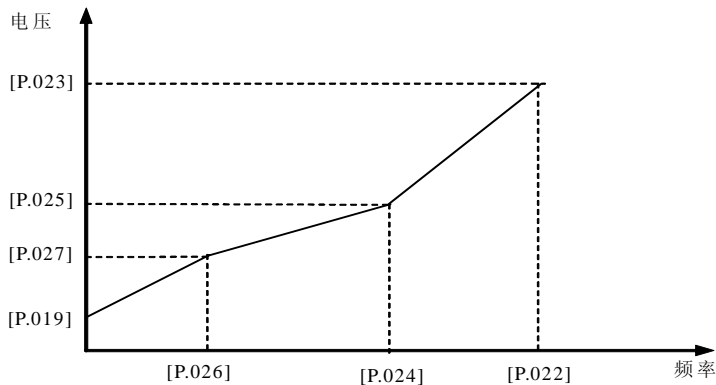

图 4-6 V/F 多点自定义曲线
3: 多点自定义 V/F 曲线 参见图 4-6
P. 022~P. 027 功能参数用于用户在自设定 V/F 曲线时, 灵活的频率、电压对应点设定。参见图 4-6